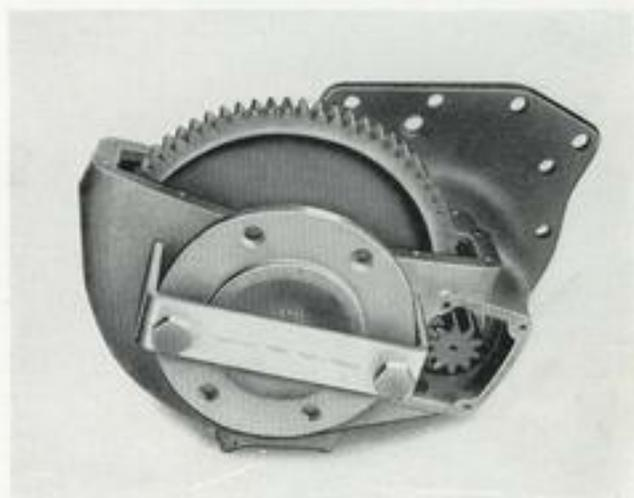

Fig. 12
- Extraire la fusée en utilisant l'étrier MIRO et 2 vis de fixation de la roue (voir fig. 12). Sortir la couronne (14, fig. 10), le circlip et l'entretoise (15, fig. 10).